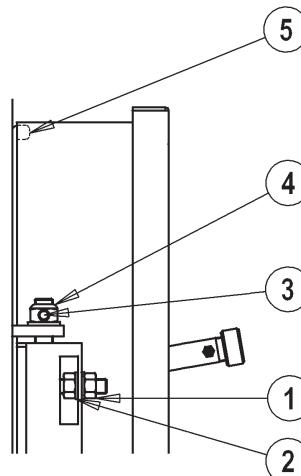

рис. 9
5.6.1 для моделей PREXOTHERM RSW 92N÷600N (рис. 9)